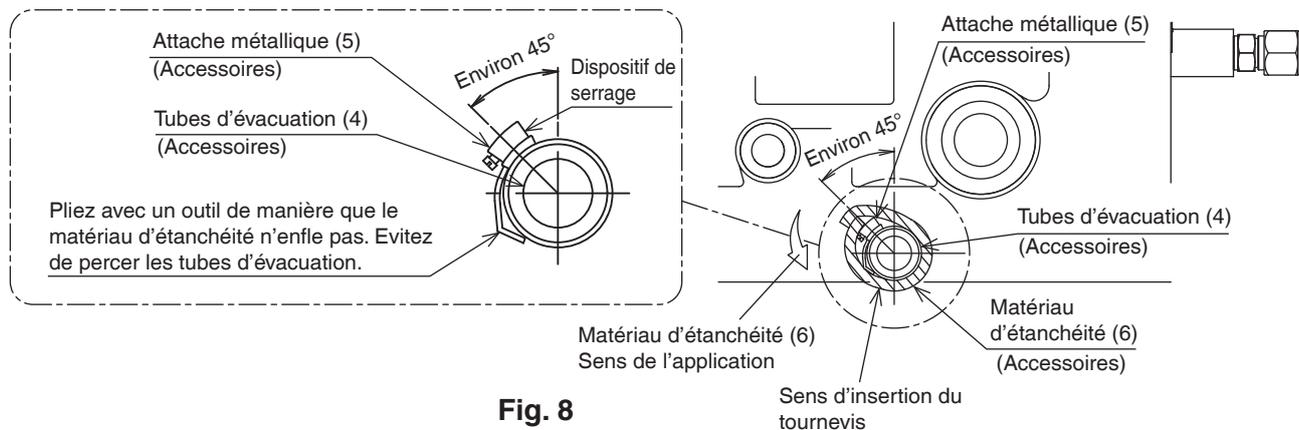

Fig. 8
- Pliez le bout de l'attache métallique (5) de manière que le matériau d'étanchéité n'enfle pas. (**Reportez-vous à la Fig. 8.**)